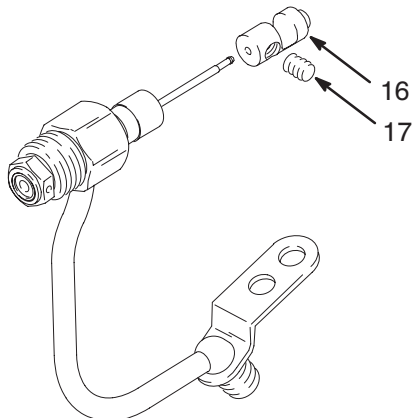

Рис. 11 04734
- Удерживая направляющую пружины (16) для исключения сгибания иглы, ослабьте затяжку установочных винтов (17). Вытащите направляющую пружины (16). См. Рис. 11.